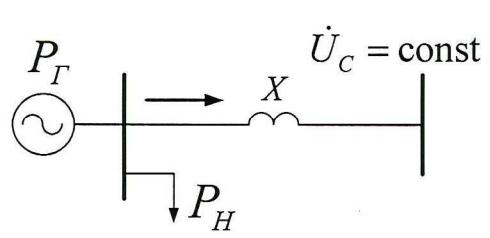
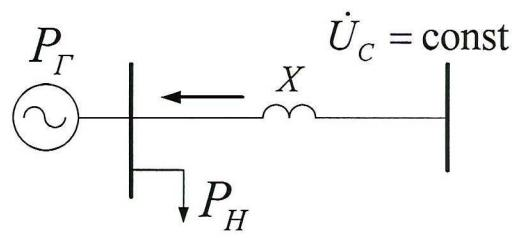

Рис. 2
Рис. 3
10. Какой вид (качественно) имеют угловые характеристики активной мощности генераторов в избыточной части энергосистемы (рис. 2) $P_r > P_h$ и в дефицитной части (рис. 3) $P_r < P_h$.